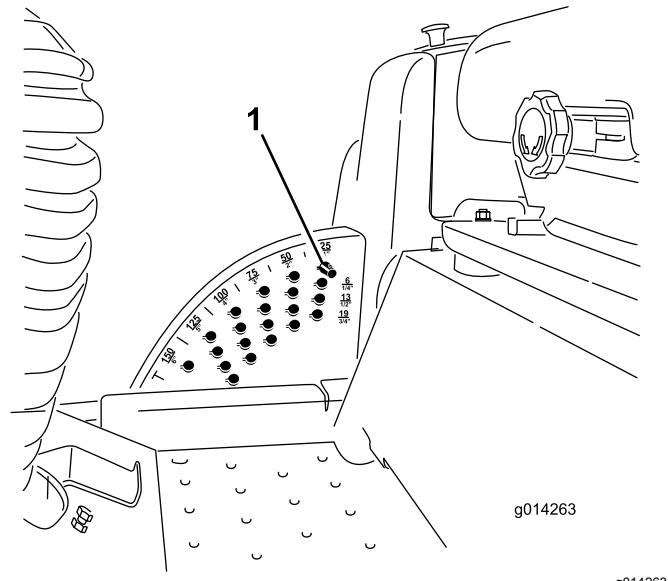

Figura 2
- Observe la posición del pasador en el soporte de altura de corte para volver a montarlo posteriormente (Figura 2). Retire el pasador de altura de corte del soporte de altura de corte.